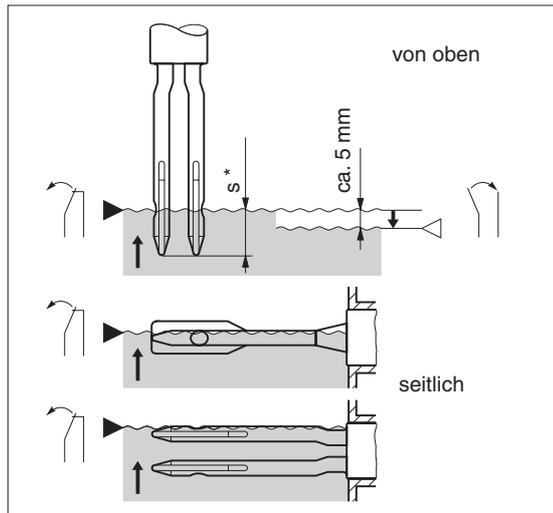

Abb. 3
Die Abhängigkeit des Schaltpunkts von der Einbauart ist in Abb. 3 dargestellt.
Abb. 3 a
Bei Liquiphant S FDL 60 wird der Schalterpunkt durch den Einbauort (meist seitlich am Tank) bestimmt (Abb. 3 und 4).
- Für den Liquiphant S FDL 61 ergibt sich die erforderliche Länge *L* aus dem Abstand von der Oberkante des Prozeßanschlusses am Tank bis zum Schalterpunkt an der Flüssigkeitsoberfläche + "*s*" mm (siehe Abb. 3, 6 und 7).
siehe Abb. 3 auf Seite 7